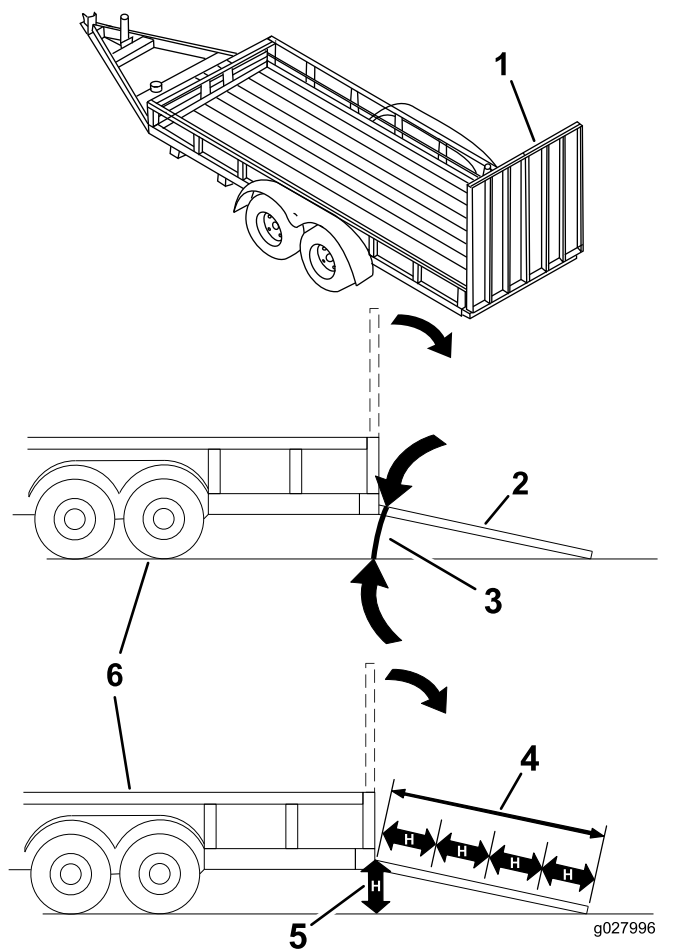

Рисунок 30
Завантаження пристрою на причеп або вантажівку збільшує імовірність перекидання і може спричинити серйозні травми або смерть (**Рисунок 30**).
3. Опустіть рампу, стежачи, щоб кут між рампою і землею не перевищував 15 градусів (Рисунок 30).
1. Опустіть рампу, стежачи, щоб кут між рампою і землею не перевищував 15 градусів (Рисунок 30).